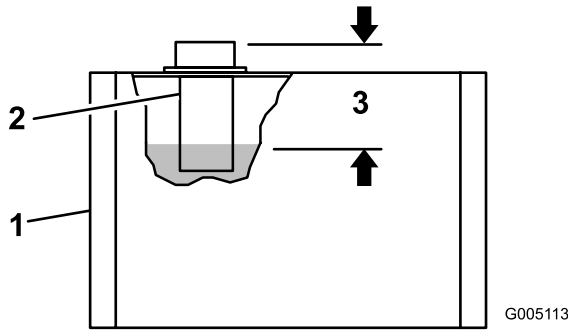

図 20
2. オイル・タンク上部にあるキャップを取って油量を点検する。補給口の根元から 89mm 程度下の位置に油面があれば適正とする (図 20)。